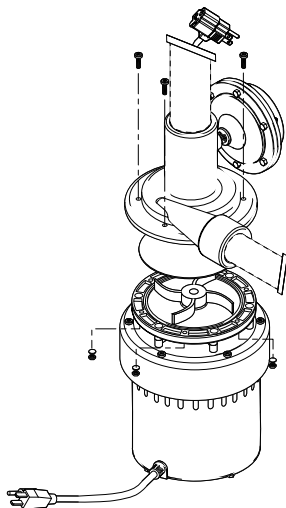

Figure 4 : Retirez les 6 vis du boîtier pour nettoyer la pompe
- Retirez les six vis du boîtier (voir figure 4).